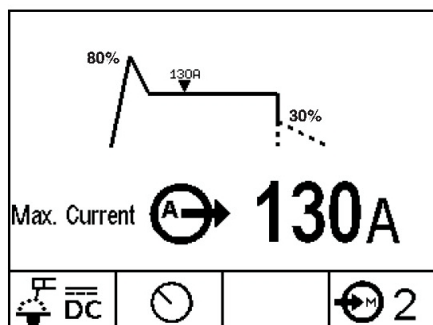

Abb. B.4a
- Stabelektroden-schweißen (STICK, siehe Abb. B.4a)